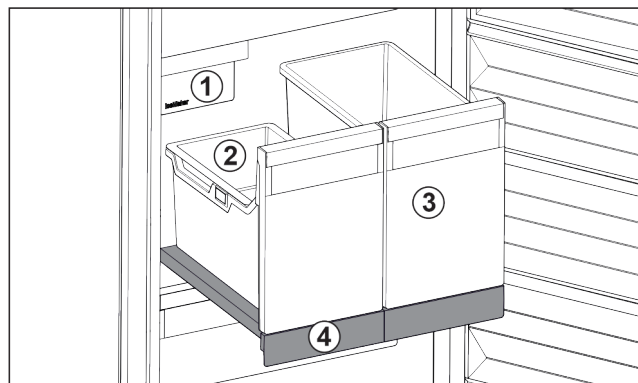

Fig. 98 Estante extraíble con IceTower
(2) Bandeja suspendida para cubitos de hielo
(4) Estante extraíble
En el estante extraíble hay dos recipientes altos (IceTower). En el recipiente Fig. 98 (2) se recogen y almacenan los cubitos de hielo del IceMaker. El recipiente Fig. 98 (3) es adecuado para conservar productos altos, como pizzas o bebidas alcohólicas.